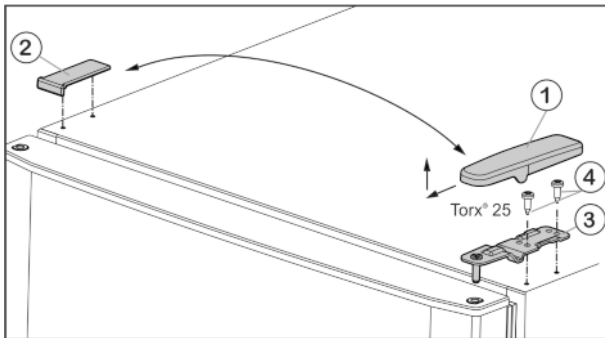
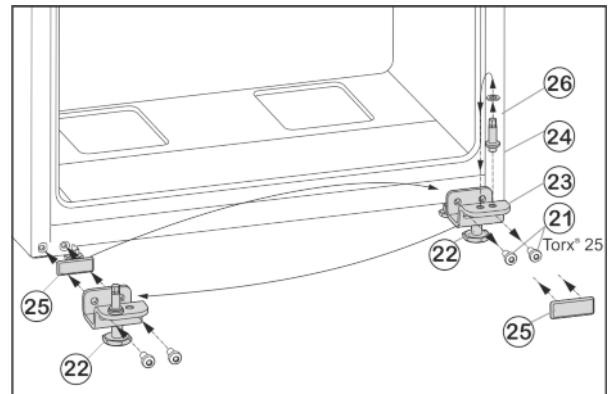

Fig. 4
Fig. 6
- ▶ Abdeckung Fig. 4 (1) nach vorne und oben abziehen.
- ▶ Abdeckung Fig. 4 (2) abheben.
- ▶ Oberen Lagerbock Fig. 4 (3) abschrauben (2 mal Torx® 25) Fig. 4 (4) und nach oben abziehen.
- ▶ Befestigungsschrauben Fig. 6 (21) abschrauben.
- ▶ Lagerbock unten Fig. 6 (23) komplett mit Lagerbolzen Fig. 6 (24), Scheibe Fig. 6 (26) und Stellfuß Fig. 6 (22), abnehmen.
- ▶ Lagerbolzen Fig. 6 (24) komplett mit Scheibe Fig. 6 (26) abschrauben, in das gegenüberliegende Aufnahmeloch des Lagerbocks umsetzen und wieder festschrauben.
- ▶ Abdeckplatte Fig. 6 (25) vorsichtig abnehmen und auf die Gegenseite umsetzen.
- ▶ Lagerbock unten Fig. 6 (23) komplett mit Lagerbolzen Fig. 6 (24), Scheibe Fig. 6 (26) und Stellfuß Fig. 6 (22) auf der neuen Scharnierseite ggf. mit Hilfe eines Akkuschaubers **fest (mit 4 Nm)** wieder anschrauben.
- ▶ Untere Tür von oben auf Lagerbolzen Fig. 6 (24) aufsetzen.
- ▶ Lagerbock Mitte (13) um 180° gedreht in die untere Tür einsetzen und mit Befestigungsschrauben (11) (2 mal Torx® 25) auf die neue Scharnierseite **fest (mit 4 Nm)** anschrauben.
- ▶ Kunststoffscheibe (10) wieder aufsetzen.
- ▶ Obere Tür auf den Lagerbock Mitte (13) setzen.
- ▶ Oberen Lagerbock Fig. 4 (3) auf der neuen Scharnierseite in die Tür einsetzen.
- ▶ Oberen Lagerbock **fest (mit 4 Nm)** anschrauben (2 mal Torx® 25) Fig. 4 (4). Eventuell einen Akkuschauber verwenden.
- ▶ Abdeckung Fig. 4 (1) auf der Gegenseite von außen aufsetzen und einrasten.
- ▶ Abdeckung Fig. 4 (2) jeweils auf der Gegenseite von oben aufsetzen und einrasten.
- ▶ Stellfuß Fig. 6 (22) am Lagerbock unten Fig. 6 (23) herausdrehen, bis er auf dem Boden aufliegt.